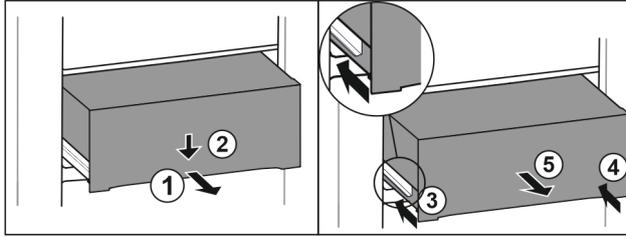

Fig. 127
- ▶ 将抽屉拉出一半。 Fig. 127 (1)
- ▶ 朝下按压正面的抽屉。 Fig. 127 (2)
- ▶ 将左侧轨道推入大约 2 cm。 Fig. 127 (3)
- ▶ 将右侧轨道推入大约 2 cm。 Fig. 127 (4)
- ▶ 朝前取出抽屉。 Fig. 127 (5)